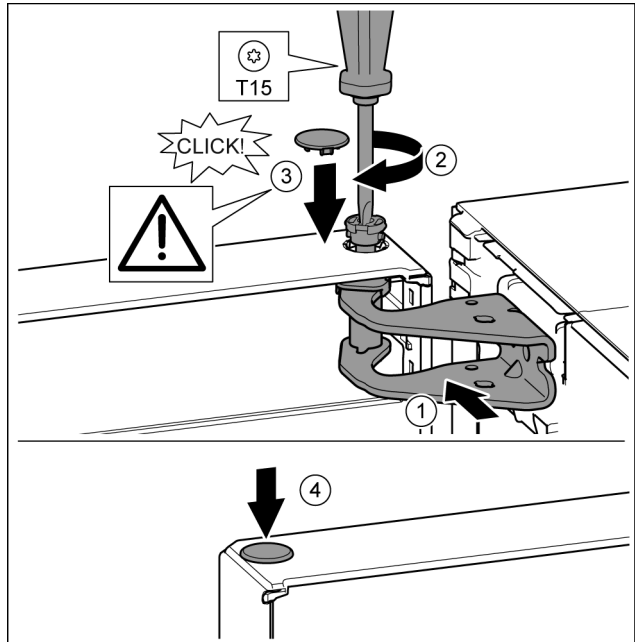

Fig. 23
- ▶ Dvere hore vyrovnajte s otvorom v ložiskovej konzole. Fig. 23 (1)
- ▶ Vložte čap a pevne ho priskrutkujte skrutkovačom T15. Fig. 23 (2)
- ▶ Namontujte poistný kryt pre poistku dverí: Nasadíte poistný kryt a skontrolujete, či prilieha ku dverám. Inak čap vložte úplne. Fig. 23 (3)
- ▶ Nasadíte zátku. Fig. 23 (4)